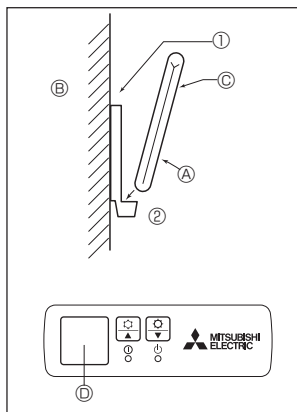

Fig. 6-2
2) Metodo di installazione (Fig. 6-2)